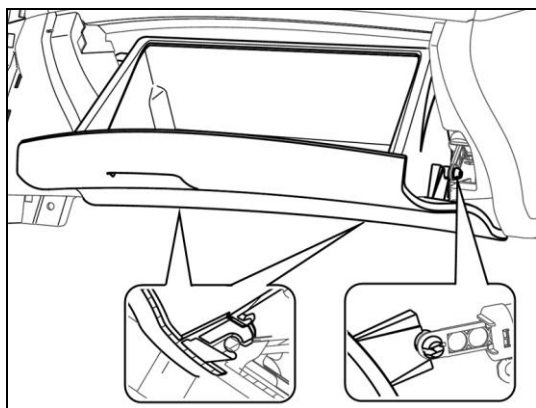

图 1.5.5.1 杂物箱总成
- (1) 将杂物箱打开, 然后在杂物箱右侧找到杂物箱空气弹簧, 将杂物箱上安装空气拉簧的卡扣挤压变形后可取出空气弹簧, 按图 1.5.5 所示脱开空气弹簧与杂物箱总成的连接;
- (2) 将杂物箱两侧的限位柱通过挤压变形取出, 使下本体不再对杂物箱有限位功能;
- (3) 将杂物箱总成转轴处与仪表板下本体配合紧固处脱开, 即可取出杂物箱总成。